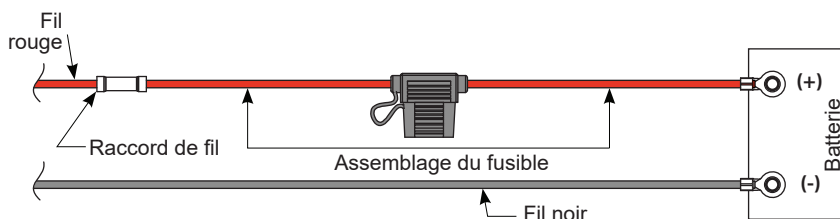

Figure 8
3. Insérez un bout du fil de l'assemblage du fusible dans le raccord de fil (inclus) et sortir. Insérez le fil rouge du cordon d'alimentation dans l'autre bout du raccord de fil et sertir. Assurez-vous que l'assemblage du fusible est placé à l'extérieur des endroits dangereux et est situé le plus près possible de la batterie (voir figure 8).
5. Brancher le fil rouge/assemblage du fusible sur le côté positif de la batterie (voir figure 8) et brancher le fil noir du cordon d'alimentation sur le côté négatif de la batterie.